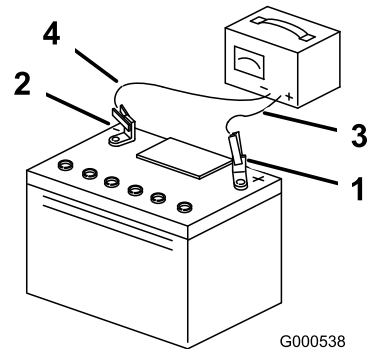

Figura 50
3. Atunci când bateria este complet încărcată, deconectai încărcătorul de la priza electrică, apoi deconectai cablurile încărcătorului de la clemele bateriei (Figura 50).